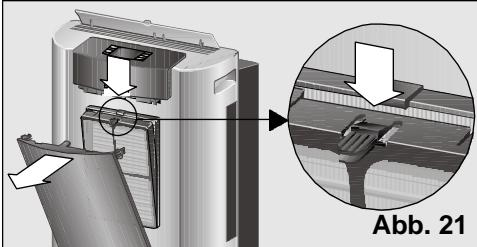

Abb. 21
- ❑ Drücken Sie auf den Clip und ziehen Sie den Filterrahmen aus seiner Halterung, **Abb. 21**. Nehmen Sie den Spezialfilter aus dem Filterrahmen und waschen Sie den Grobstaubfilter und den Filterrahmen (**Abb. 20**) unter fließendem Wasser. Lassen Sie ihn vollständig trocknen, bevor Sie ihn wieder ins Gerät einsetzen.